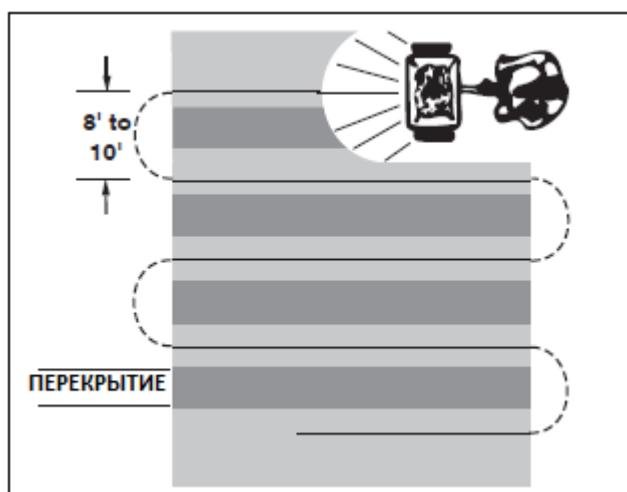

Рис. 12
- Чтобы обеспечить равномерное покрытие, дорожки должны слегка перекрываться (рис. 12).